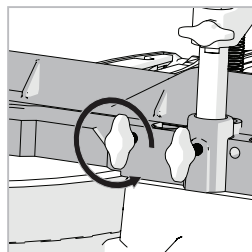

Fig. 10
- Afloje el tornillo de mariposa. **(Fig. 10)**